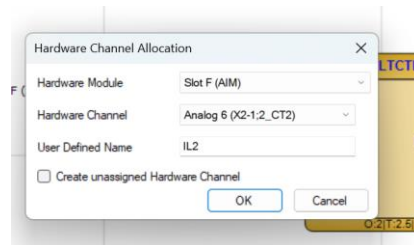

Imagen 56_Configuración final de variable para la entrada IL2 del bloque ILTCTR1.
2.1.14 Como se observa en la **Imagen 56**, realizamos la misma conexión para la entrada “IL2” asignando el nombre de “IL2”.